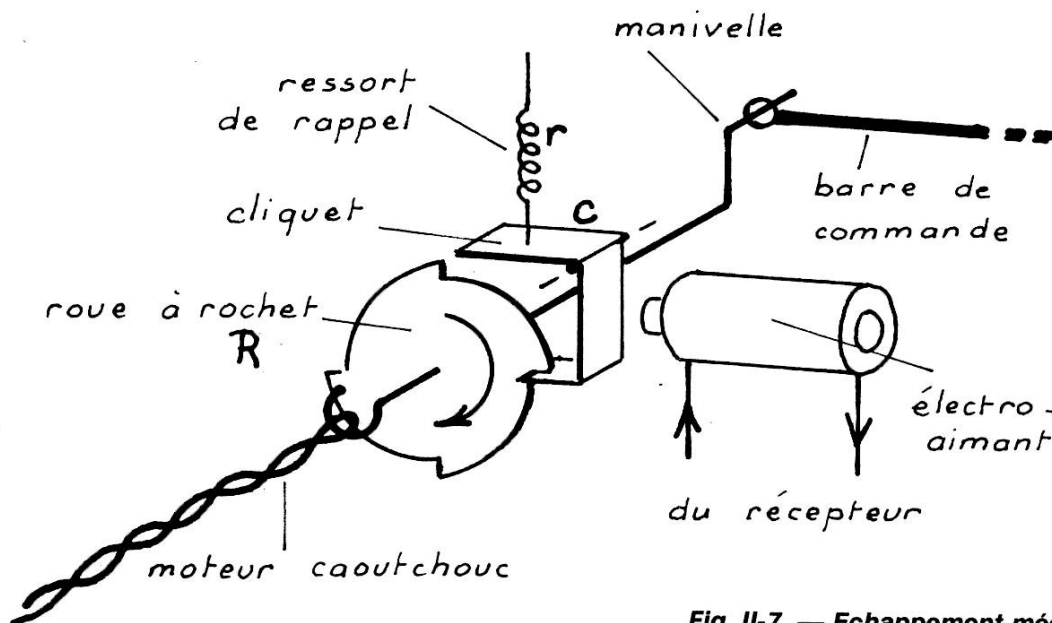

Fig. II-7. — Echappement mécanique.
- *Echappement mécanique* (Voir fig. II-7).